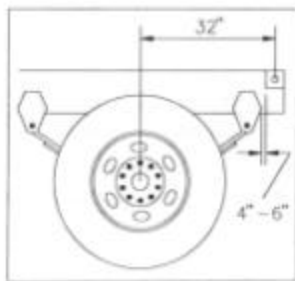

Figura 2: Colocación de la bisagra.
2. Para instalar la bisagra, determine donde será su lugar en su vehículo. Para vehículos de un solo eje, la distancia desde el frente de la bisagra a la percha trasera debe ser de entre 4 y 6 pulgadas (vea la figura 2). La distancia desde el eje hasta el centro de la bisagra debe ser de 32 pulgadas aproximadamente. Dejando suficiente espacio para los soportes del guardafango.